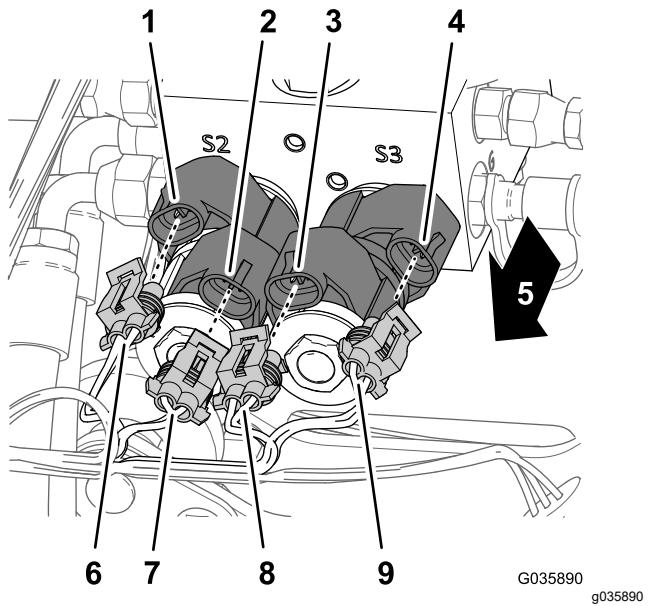

Figura 26
1. Nella parte anteriore del collettore del cilindro di sollevamento, collegate i 4 connettori elettrici del cablaggio preassemblato per la barra Sonic Boom ai solenoidi per il controllo del sollevamento delle barre, come illustrato nella Figura 26.